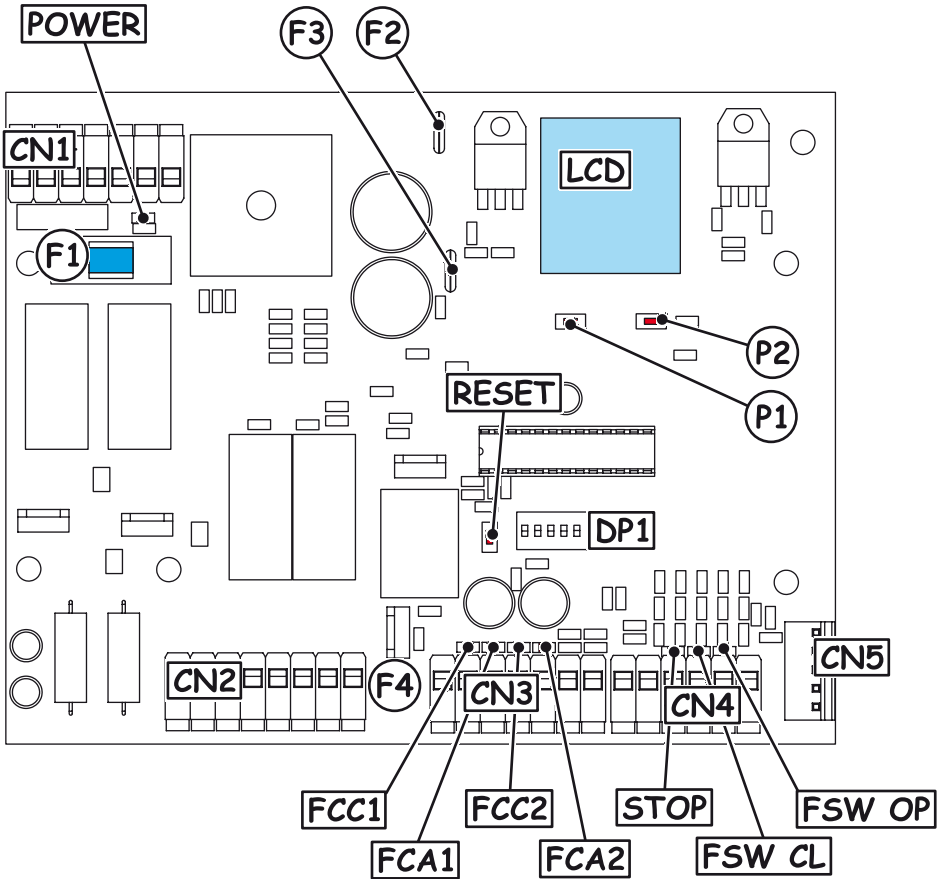

Fig. 1
**4. LAY OUT SCHEDA (Fig. 1)**